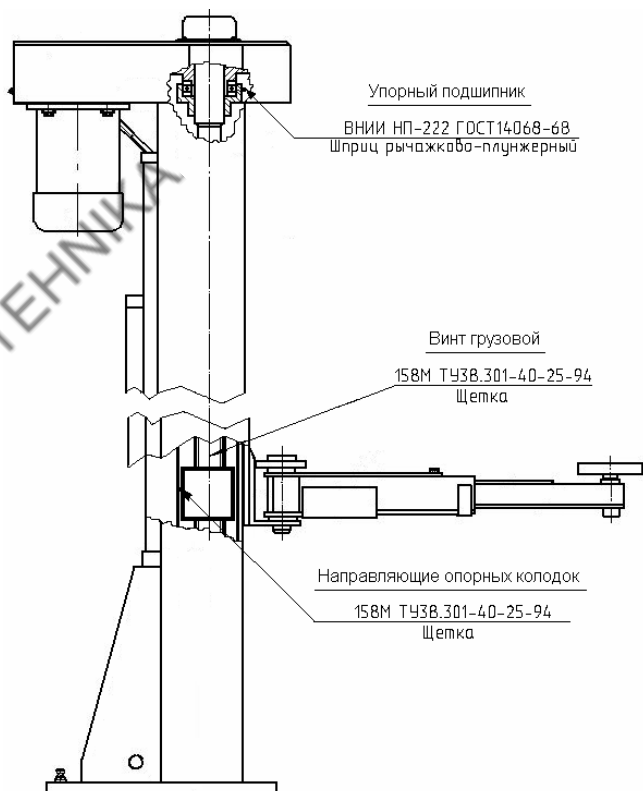

Рис. 11. Карта смазки подъемника ПР-5, ПР-5-01.
- произвести смазку стоек подъемника в соответствии с картой смазки (см. Рис. 11);